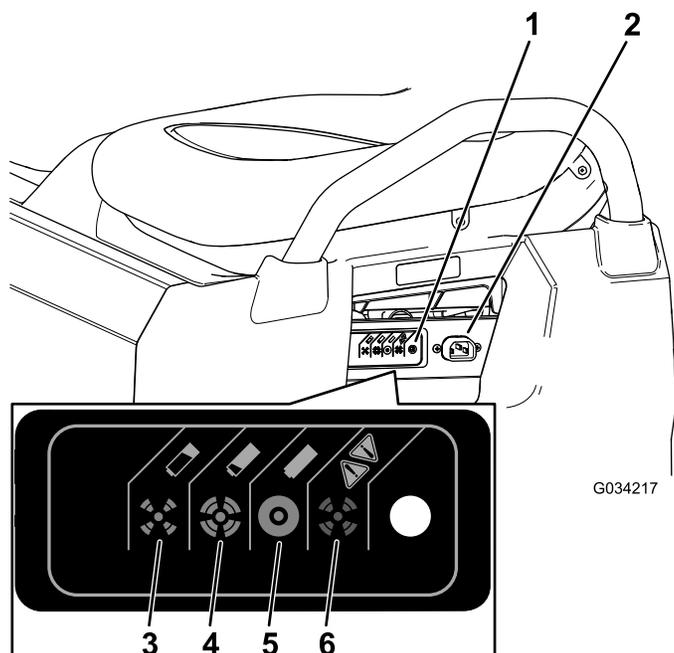

Figura 38
- Ligue um cabo de carregador de nível 16 (ou de diâmetro maior), 2,5 m ou mais curto ao recetáculo de carregamento na máquina (Figura 38).
Consulte a tabela seguinte e Figura 38 para informação dos significados das diversas cores da luz indicadora de carga.